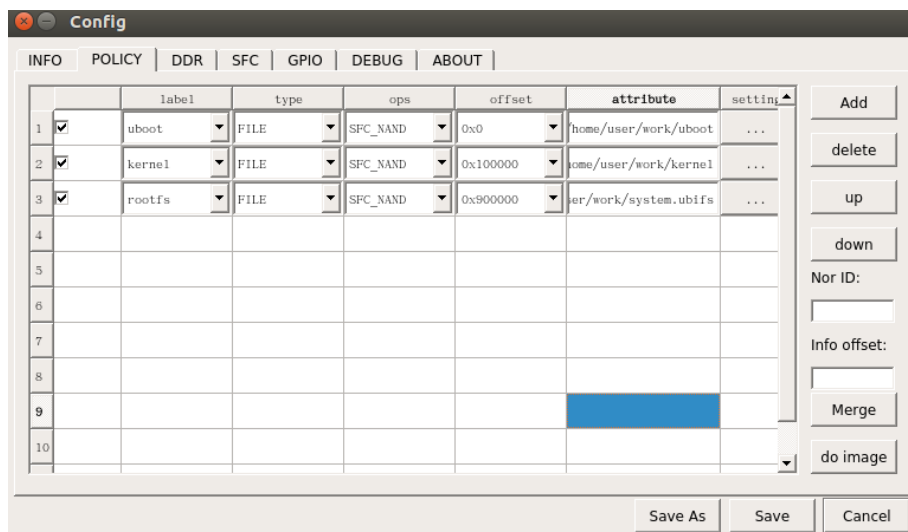

图 3-3
4、配置镜像文件路径，点击 POLICY 进行相应的配置。顺序设置 uboot、kernel 和 rootfs 镜像文件的相应路径（文件名分别是 uboot、kernel、system.ubifs），点击其对应的 setting 即可进行文件选择。配置可参考图 3-3。